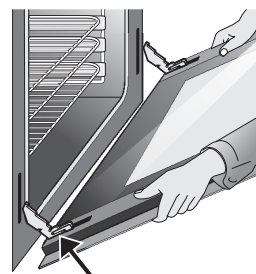

Figure 46 : Maintien de la porte pour le retrait
3. Tenez les deux côtés de la porte. N'utilisez pas la poignée de la porte du four (Voir Figure 46).
4. Continuez à tirer le bas de la porte vers vous lorsque vous faites pivoter le dessus de la porte vers l'appareil pour dégager entièrement les leviers de charnière (Figure 46).
1. Tenez fermement les deux côtés de la porte. N'utilisez pas la poignée de la porte du four (Voir Figure 46).
2. En tenant la porte dans le même angle que pour la retirer, posez les crochets des bras des charnières sur les tiges situées de chaque côté du cadre de la porte (voir Figure 46). Les crochets des bras de charnière doivent être bien assis sur les tiges.